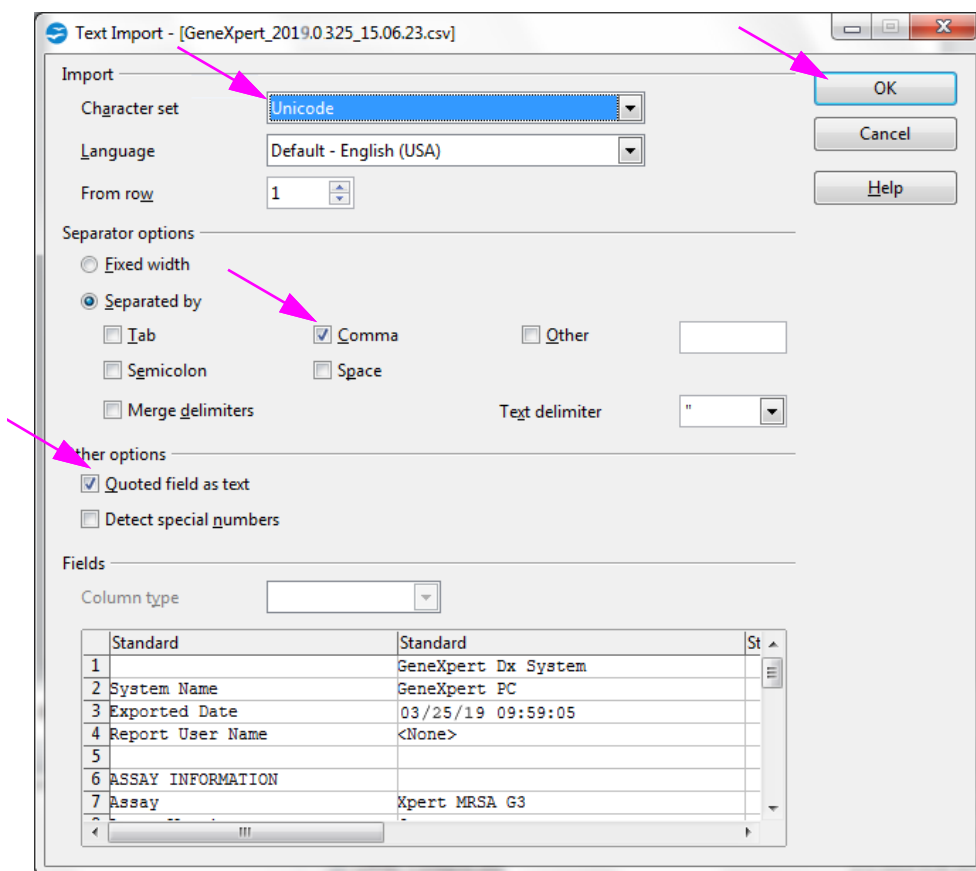

Figure 5-64. Écran Text Import (Import de texte) avec les nouveaux paramètres sélectionnés
2. L'écran Text Import (Import de texte) s'affiche. Sur cet écran, vérifiez que les cases à la gauche de **Comma (Virgule)** et de **Quoted field as text (Champ entre guillemets comme texte)** ont été cochées. Voir Figure 5-64.